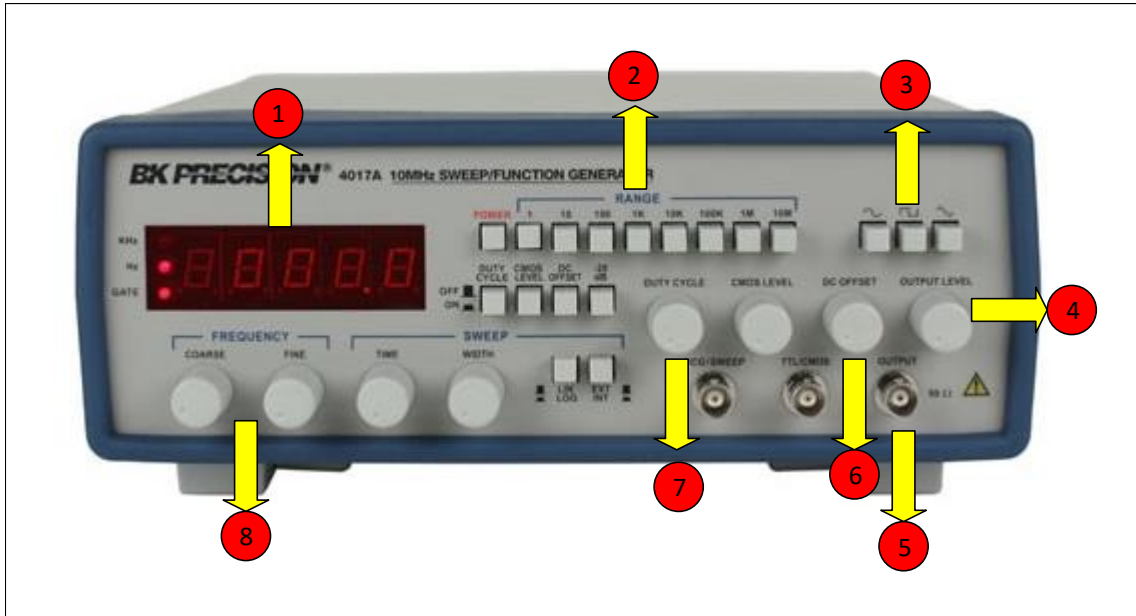

Figura 19. Generador de Señales
1. Identifique cada una de las partes del generador de señales mostrado en la Figura 19